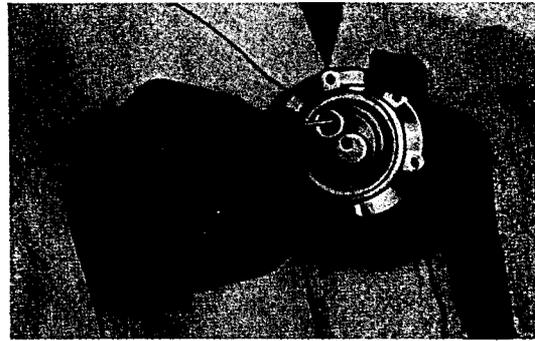

Bild 13 - Einlaßventil auf leichte Beweglichkeit prüfen
3. Nach Einbau der Ventilscheiben, Ein- und Auslaßventil auf leichte Beweglichkeit prüfen (Bild 13 und 14).